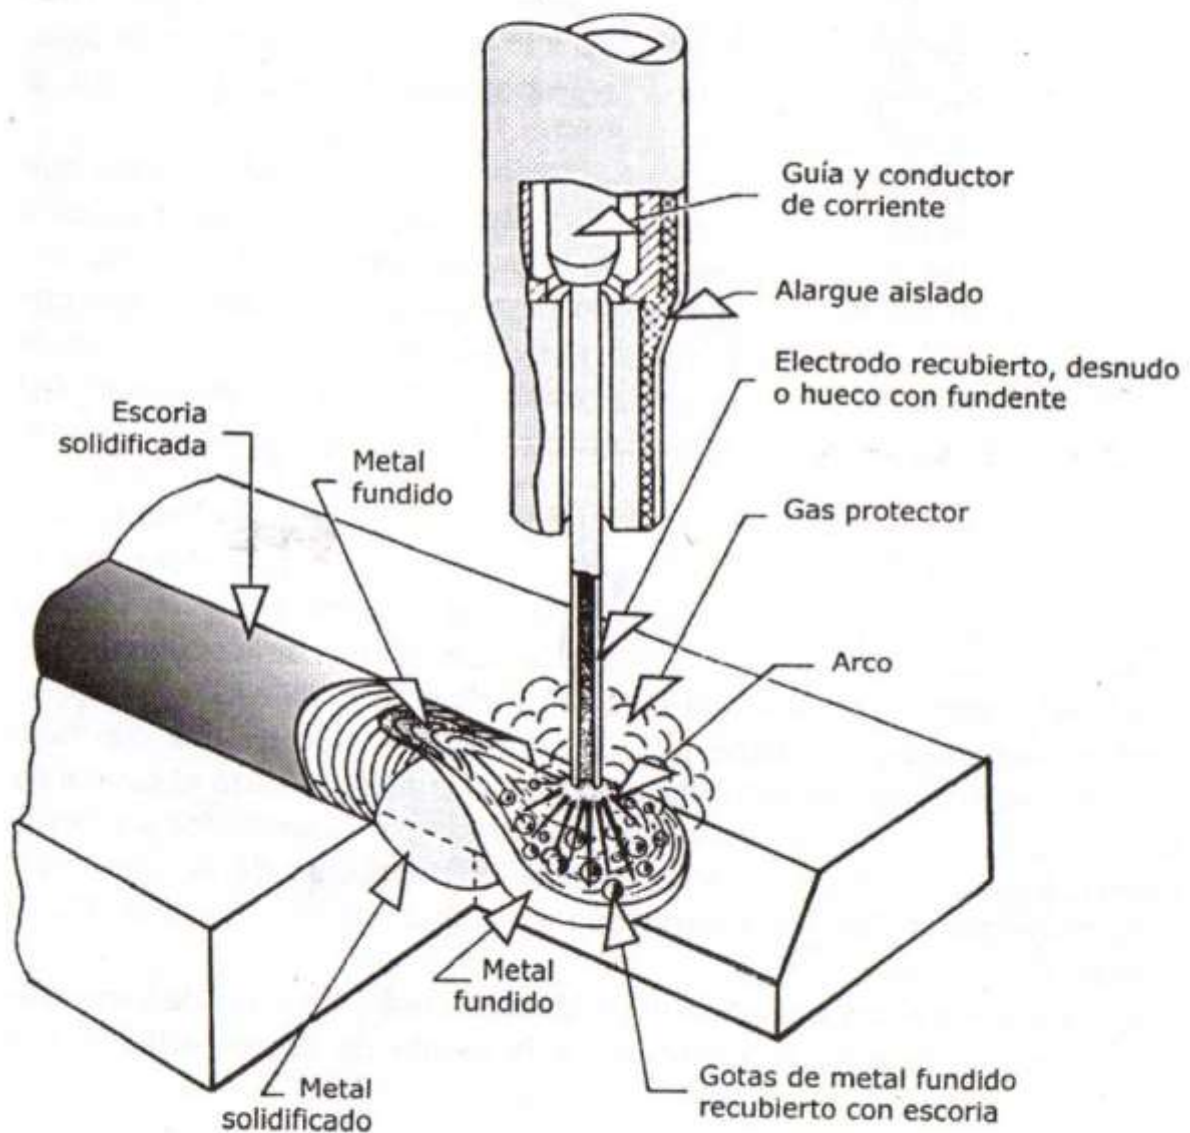

Fig. 4.5 Ilustración del proceso de fusión en la soldadura MIG
Ahora pasaremos a analizar la soldadura desde el punto de vista físico-químico. Para ello, recurriremos a la ayuda de la fig. 4.5. En ella observamos en acción un sistema de soldadura MIG. El esquema muestra un electrodo generalizado, el que puede ser macizo desnudo o recubierto, o hueco con fundente. Se ha obviado graficar el sistema de boquilla o tobera de salida de gas protector, el cual estaría por fuera del sistema de guía del electrodo esquematizado. En el sector ilustrado pertene-
ciente a la soldadura propiamente dicha, se observan distintos sectores que a continuación analizaremos. Al generarse el arco, se eleva la temperatura y funde el material de aporte (electrodo consumible) conjuntamente con el metal base. Esto se transforma en una masa incandescente (descrita en la fig. 4.5 como metal fundido). Dicha masa está compuesta por partículas desprendidas del mismo electrodo, las cuales son transferidas al metal a soldar en las tres formas posibles analizadas anteriormente (inmersión o cortocircuito, globular y aspersion). Dicha inclu-
11. *Mantener el electrodo en el borde delantero de la zona de metal fundido, conforme al avance de la soldadura (fig. 4.5).*